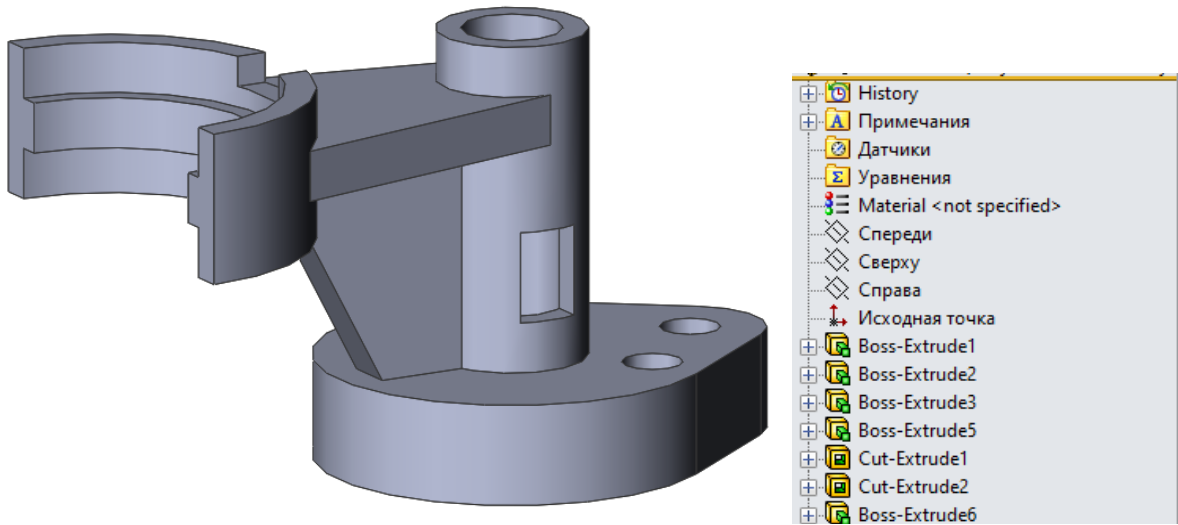

Рис.4 – Модель №4
4. Модель № 4 показує застосовує базові функції, такі як «Extruded Boss/Base», «Extruded Cut» для побудови моделі зі складною формою(рис.4).